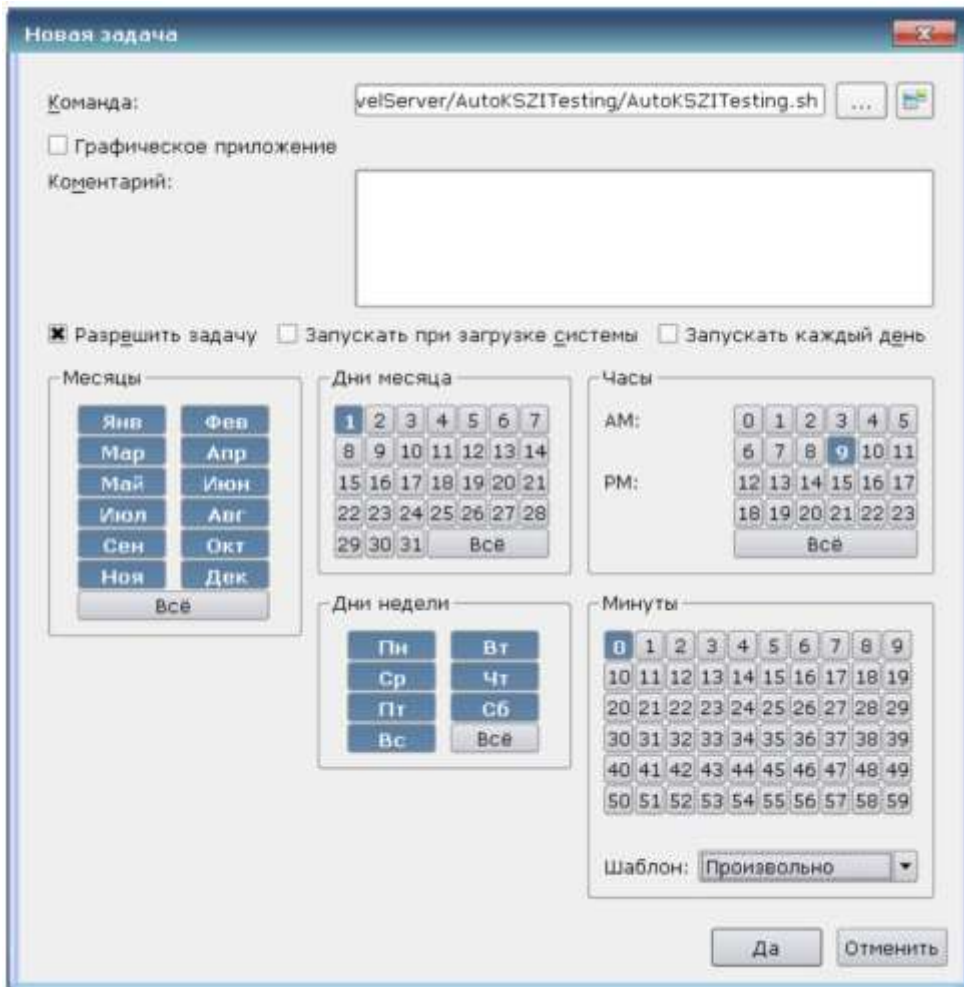

Рис. 159
2) Для добавления задачи автоматической проверки СЗИ нажать кнопку « Новая задача...», после чего откроется окно «Новая задача» (Рис. 159);